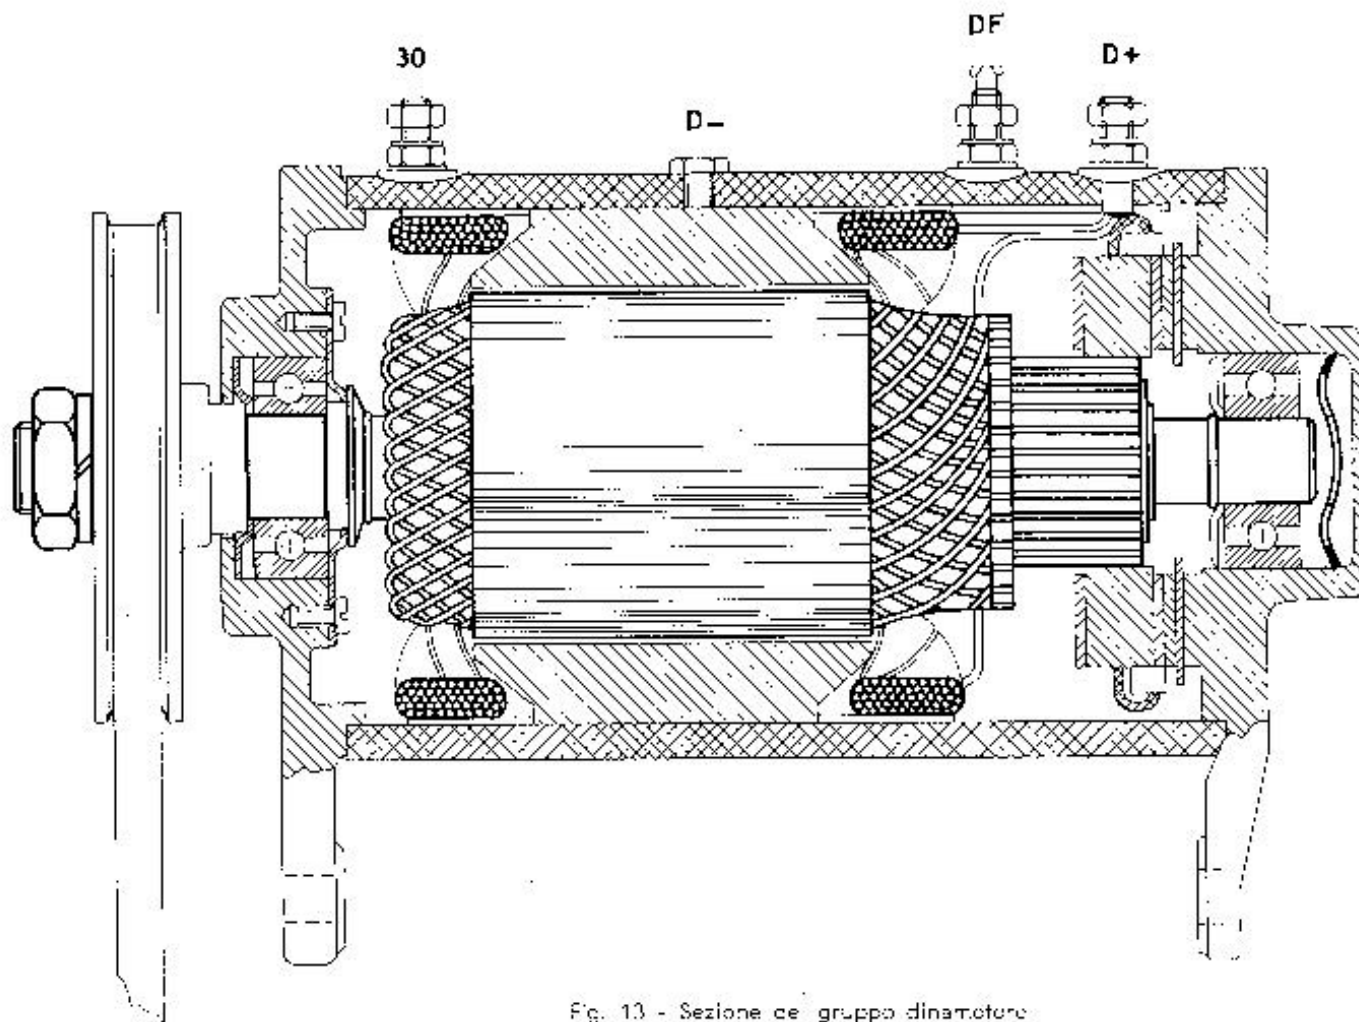

Fig. 13 - Sezione del gruppo dinamometro
N. B. - Per le caratteristiche elettromeccaniche, ved. « Note » alla fig. 13.
Qualora il dinamotore risultasse diseccitato (impossibilità di generare corrente per mancanza di magnetismo residuo) rieccitare come segue: con dinamotore ruotante a 2000÷3000 giri/1', disinserire il regolatore e collegare per 3 ÷ 4" (2 ÷ 3 volte) il morsetto positivo (D +) a quello positivo della batteria ed il morsetto DF a massa (ved. fig. 13).
- Il dinamotore deve soddisfare alle caratteristiche di prova riportate sotto la fig. 13.